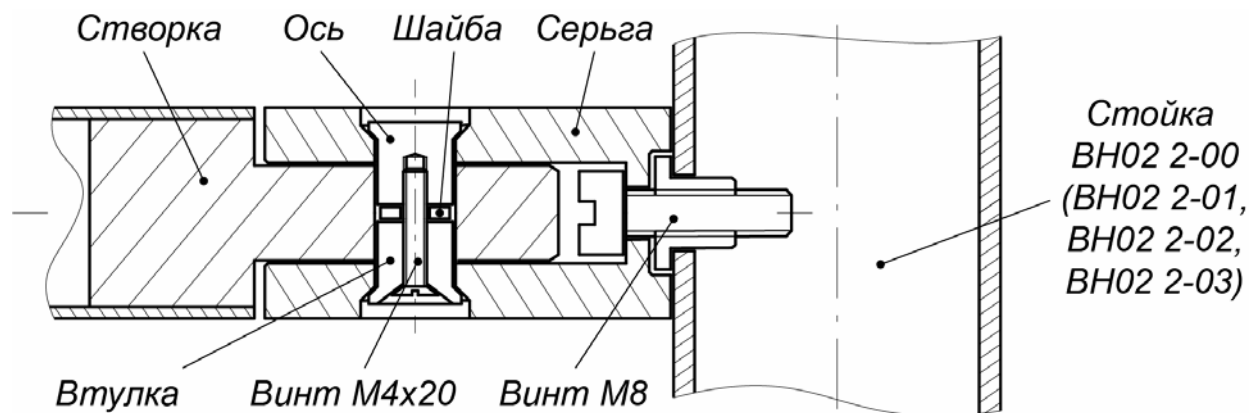

Рисунок 15. Крепление шарниров к опорной стойке поворотной секции ограждения
- На опорной стойке **ВН02 2-00(01,02,03)**, к которой будет крепиться поворотная створка, двумя винтами М8 закрепите две серьги шарниров (рис. 15).
- Установите на установочной поверхности и закрепите болтами М10 опорную стойку. Усилие затяжки – предварительное. Соберите шарнирные узлы и установите створку на опорной стойке, как показано на рис. 15.
- На стойках ограждения винтами М8 закрепите по две серьги шарниров створки (рис. 15).
- Установите стойки на установочной поверхности и закрепите их болтами М10. усилие затяжки – предварительное. Соберите шарнирные узлы и установите створки на стойках, как показано на рис. 15.
4. Закрепите на опорной стойке **BH02 2-00(01,02,03)**, к которой будет крепиться поворотная створка, двумя винтами М8 две серьги шарниров, как показано на рис. 15.
5. Установите стойку на установочной поверхности и закрепите ее анкерными болтами М10. Усилие затяжки – предварительное. Соберите шарнирные узлы и установите створку на опорной стойке, как показано на рис. 15.